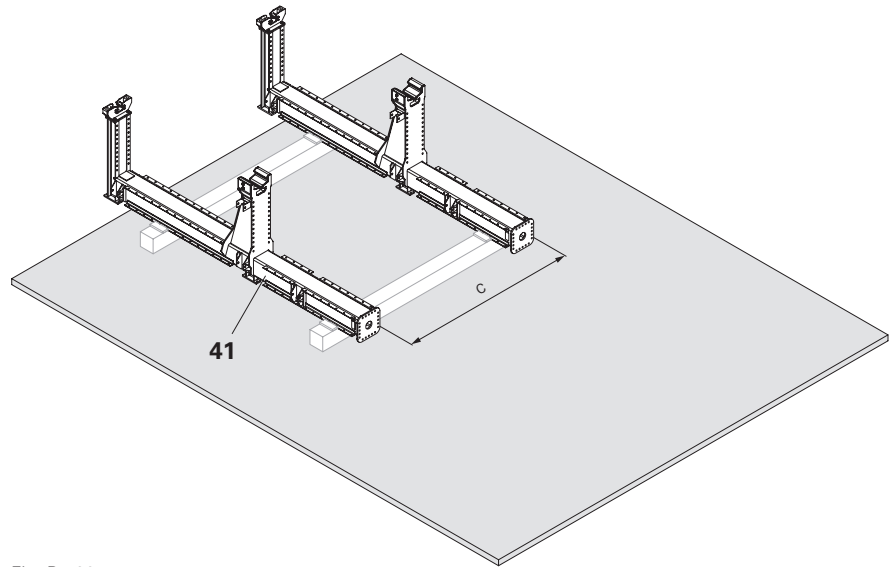

Fig. B4.03
1. Appoggiare il retro della mensola ACS-G (41) mantenendo la distanza mensola richiesta. (Fig. B4.03)